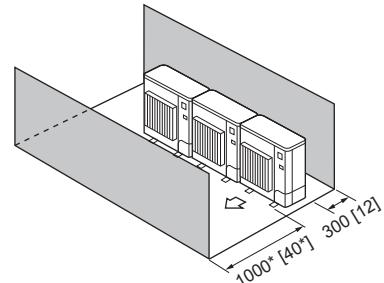

Fig. 2-15
- ④ Obstacles uniquements à l'avant et à l'arrière (Fig. 2-15)